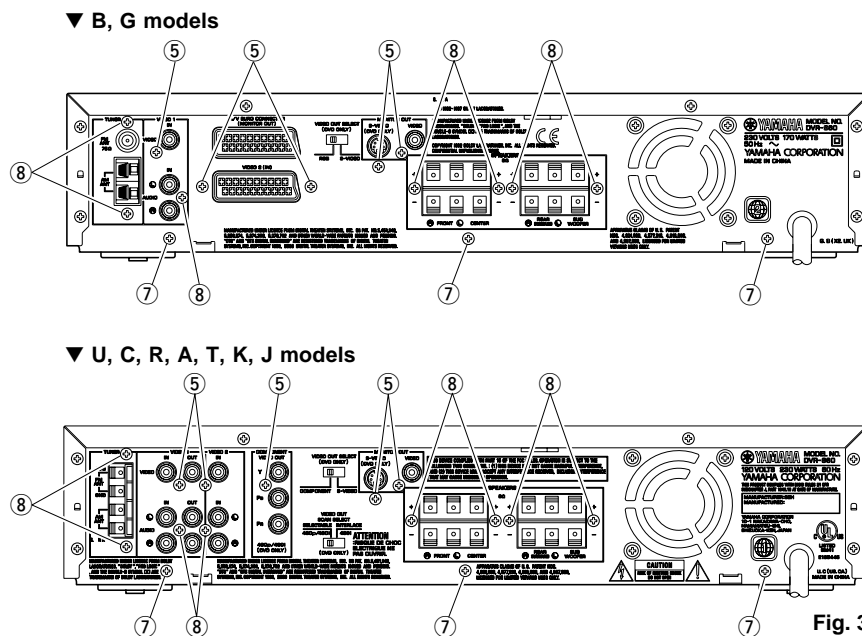

Fig. 3
Remove 5 screws (⑤) in Fig. 3.
- b. Remove 3 screws (⑦) in Fig. 3.
- c. Remove 7 or 8 screws (⑧) in Fig. 3.
- a. ⑤のネジ5本を外します。(Fig. 3)
- b. ⑦のネジ3本を外します。(Fig. 3)
- c. ⑧のネジ8本を外します。(Fig. 3)